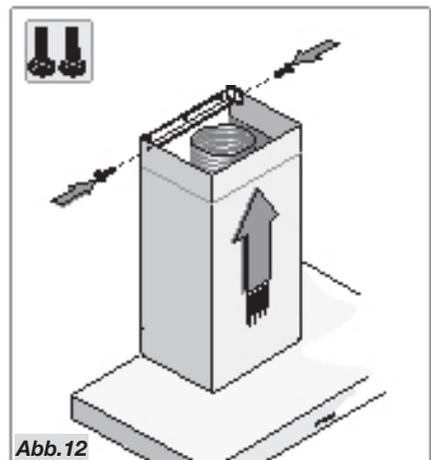

Abb.12
- Setzen Sie das Oberenteil der dekorativen Verkleidung in dessen Unterteil und bringen Sie diese auf der Abzugshaube an. Schieben Sie die dekorative Verkleidung bis zum Bügel und befestigen Sie diese mit den zwei Schrauben (Abb.12).